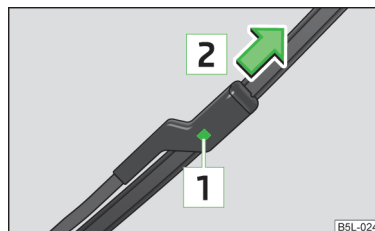

Abb. 34
- › Die Sicherung [1] » Abb. 34 drücken und das Scheibenwischerblatt in Pfeilrichtung [2] abziehen.